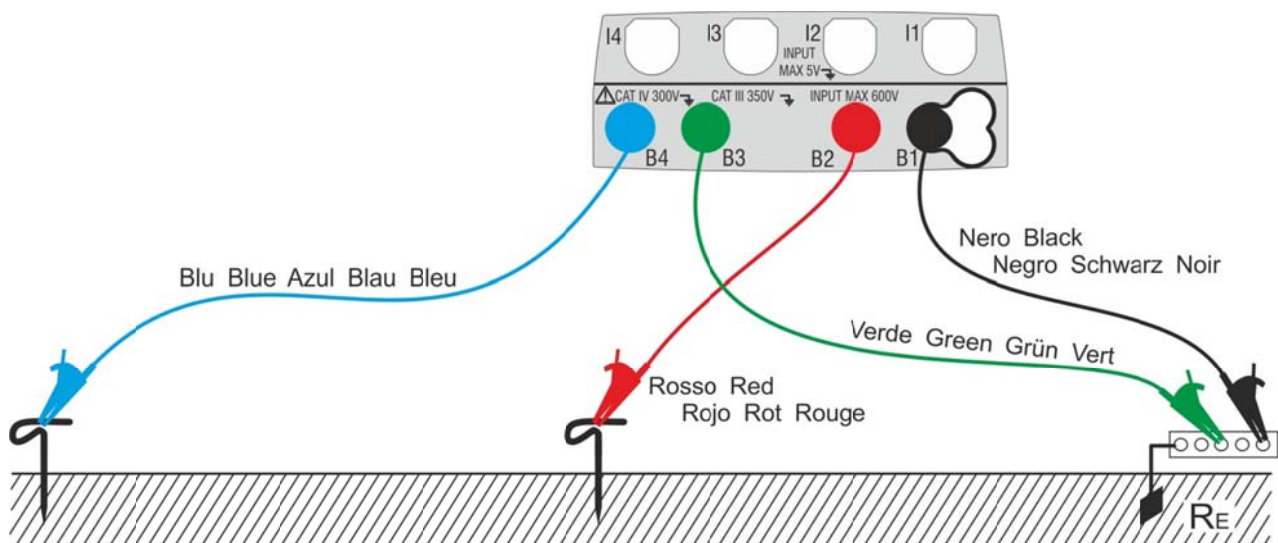
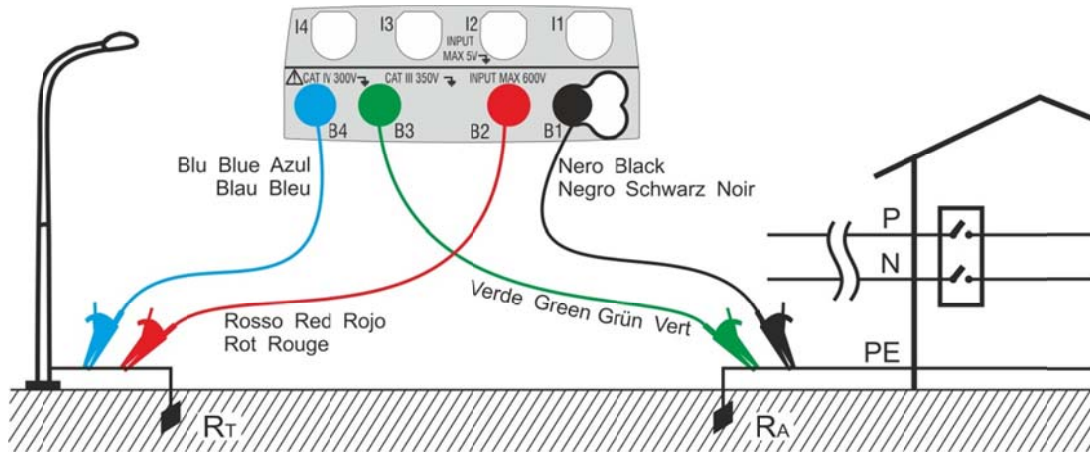
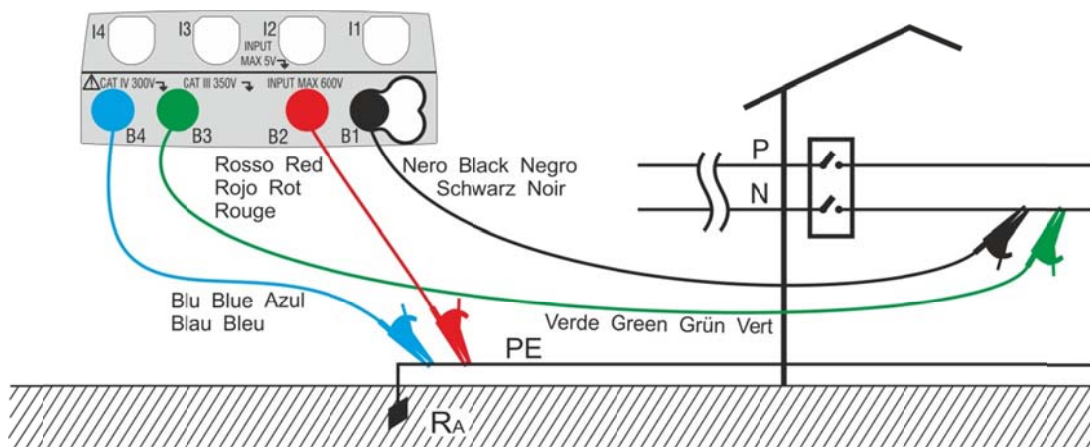

Abb. 27: 3-Punkt Erdungsmessung
Abb. 28: 2-Punkt-Erdungsmessung (mit Hilfssonde)
Abb. 29: 2-Punkt Erdungsmessung über N- Leiter an der Schalttafel
- 12 Schließen Sie die Krokodilklemmen an die Erdspeße und an das zu messende System entsprechend Abb. 27, Abb. 28, Abb. 29 oder Abb. 30 an.